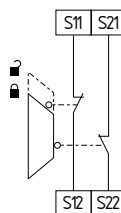

Fig. 10
**Surveillance de protecteur à 2 canaux avec dispositifs d'interverrouillage selon ISO 14119 (Fig. 10)**